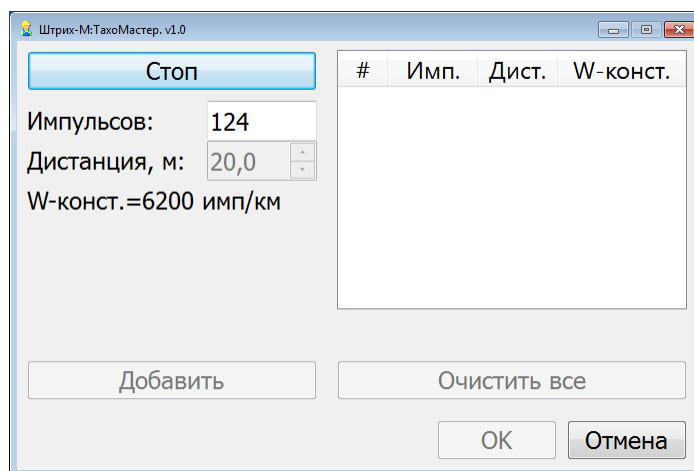

Рисунок 14 – Замер «W-константы»
- 2) Нажать кнопку «Стоп» (Рисунок 14) и прекратить движение. При этом определится количество импульсов.